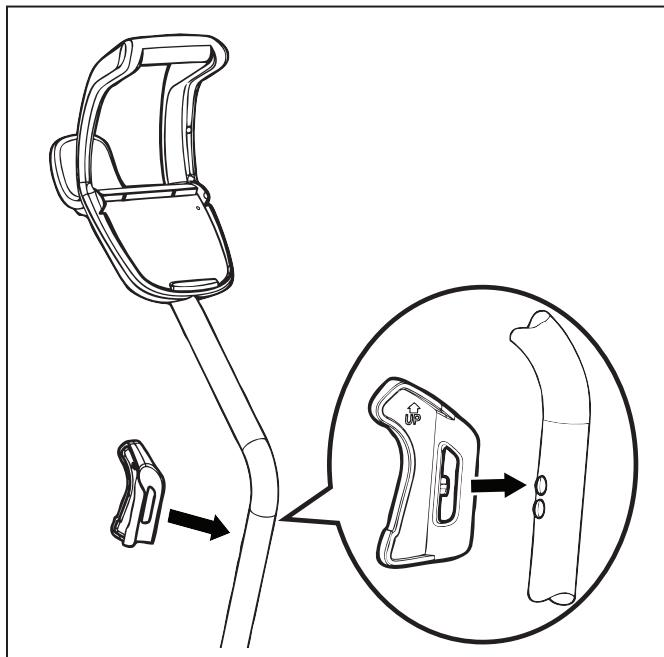

Figura 7. Coloque el gancho del limpiador en su lugar
8. Haga alinear el pasador del gancho con los agujeros en el caño de la manija y colóquelos en su sitio (Figura 7).